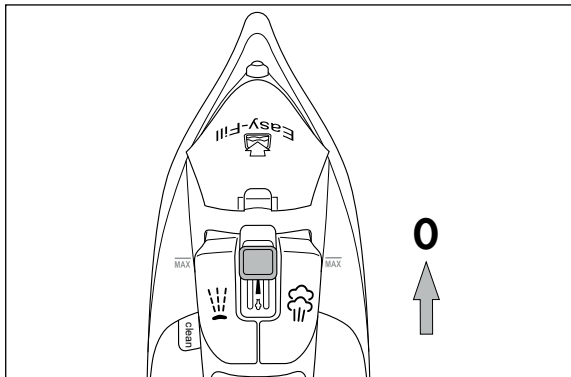

Fig. 2
- 1) Asegúrese de que el regulador de vapor **3** esté en la posición **0** (consulte la fig. 2).
- 1) Desplace el regulador de vapor ❸ totalmente hacia arriba hasta alcanzar la posición 0 (sin vapor) (consulte la fig. 2).
- 2) Deje que se caliente la plancha de vapor hasta que el led indicador de calor ❸ se ilumine de forma continua.